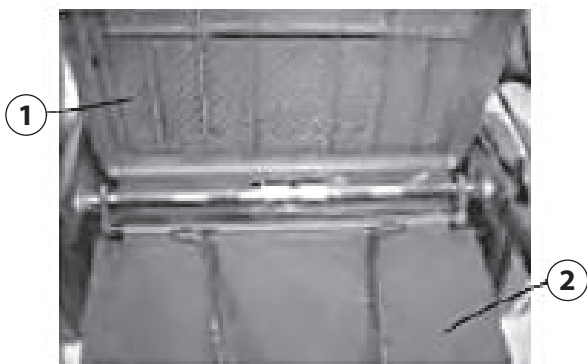

Рисунок 11
1. Підняти кришку травозбірника і підвісити травозбірник на позовжню вісь за допомогою двох гачків (див. Рисунок 11).